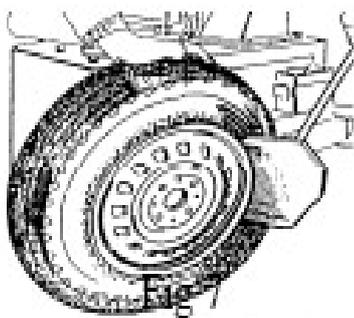

Рис. 5
- 3) Отведите лапу отжима вручную, толкая её наружу, установите колесо напротив резинового буфера. Установите лопатку напротив борта покрышки на расстоянии 10 мм от края диска колеса, как показано на Рис. 5.